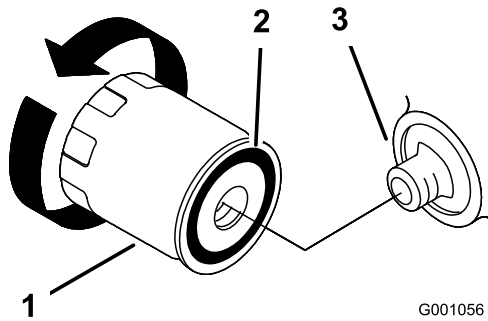

Figura 33
2. Retire el filtro usado y limpie con un paño la superficie de la junta del adaptador del filtro (Figura 33).
5. Aplique una capa fina de aceite nuevo a la junta de goma del filtro nuevo (Figura 33).
6. Instale el filtro de repuesto en el adaptador de filtro; gire el filtro en el sentido de las agujas del reloj hasta que la junta de goma entre en contacto con el adaptador del filtro, luego apriete el filtro de 2/3 a 1 vuelta más (Figura 33).